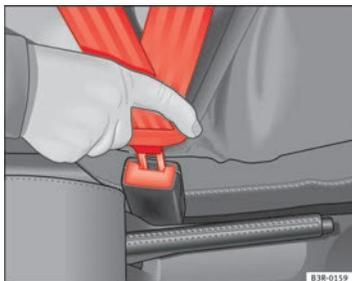

Fig. 11 Cierre y lengüeta del cinturón de seguridad
- Introduzca la lengüeta en el cierre del asiento correspondiente hasta que encastre ⇒ **fig. 11**.